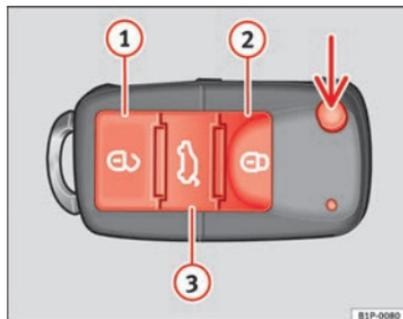

Fig. 62 Botões da chave com comando à distância
Com a tecla ⇒ Fig. 62 (seta) do comando, destranca-se o palhete da chave.
Destrancagem do veículo ⇒ Fig. 62 ①. As portas e a porta do porta-bagagens são destrancadas.
Trancagem do veículo ⇒ Fig. 62 ②
Destrancagem da porta do porta-bagagens. Pressione o botão ⇒ Fig. 62 ③ até que todas as luzes indicadoras de mudança de direção do veículo pisquem durante breves segundos. Ao premir o botão de destrancagem ③, dispõe de 2 minutos para abrir o porta-bagagens. Uma vez decorrido este tempo, será novamente trancado.
Além disso, o indicador luminoso da pilha da chave ⇒ Fig. 62, começa a piscar.
- Premir a tecla  ⇒ Fig. 62 do comando à distância.